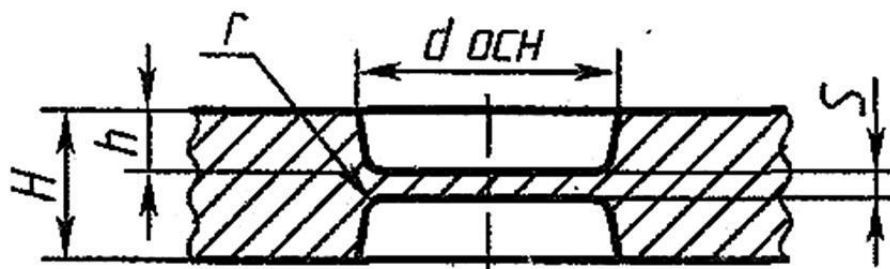

Рисунок 4 – Перемычка
8. Спроектировать наметки отверстий и углублений. Наметки отверстий выполняют для того, чтобы снизить отходы металла в стружку. Образующаяся при штамповке перемычка (рисунок 4) удаляют в дальнейшем на обрезном прессе.